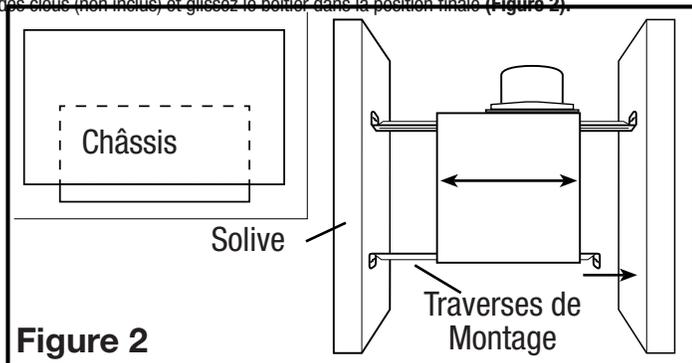
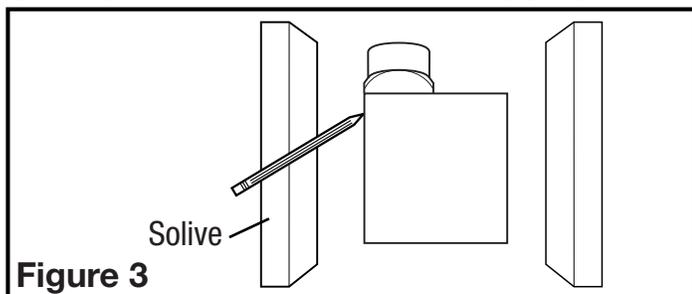

Figure 2
Figure 3
1. Installez les rails dans le canal de montage sur le boîtier. Centrez le canal de montage dans les fentes sur le boîtier, puis de l'intérieur du boîtier, serrez les vis de montage de sorte que le canal soit bien en place. Placez le boîtier à côté de la solive. Aligner le châssis pour qu'il soit de niveau avec le plafond fini. Fixez les extrémités des rails aux solives avec des vis ou des clous (non inclus) et glissez le boîtier dans la position finale (Figure 2).
1. Placer le boîtier en place entre les solives et tracez un contour sur le matériel du plafond (Figure 3). Mettez le boîtier de côté et découpez l'ouverture, en faisant attention de ne pas couper ou endommager les installations électriques ou d'autres utilités masquées. Installez les rails dans le canal de montage sur le boîtier. Centrez le canal de montage dans les fentes sur le boîtier, puis de l'intérieur du boîtier serrez les vis de montage de sorte que le canal soit bien en place. Positionnez le boîtier dans le trou préalablement découpé de sorte qu'il soit aligné avec le plafond fini. Fixez les extrémités des rails aux solives (Figure 2).